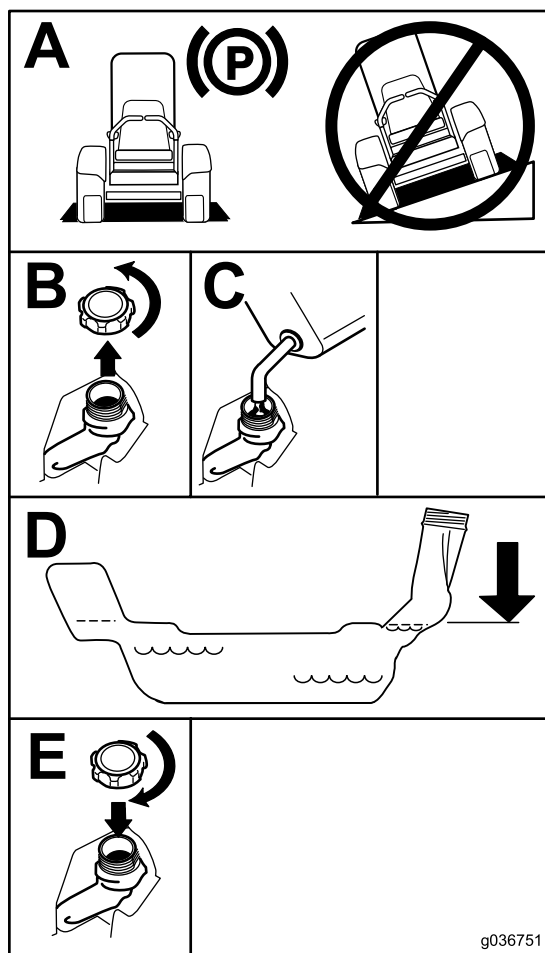

Рисунок 8
5. Заполните топливный бак до нижней кромки заливной горловины (**Рисунок 8**).